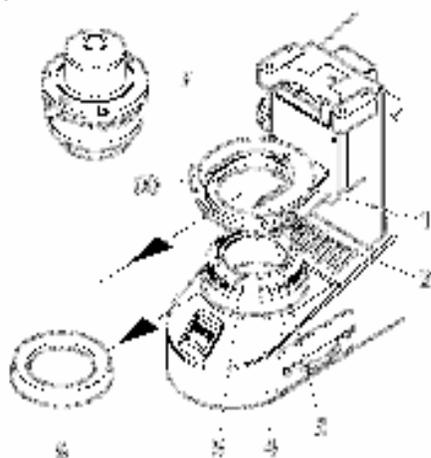
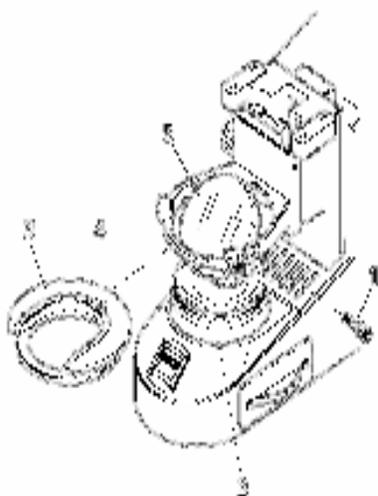

Figura 15 – Desmontar e montar o condensador
Figura 16 – Montar e desmontar o espelho
- Desenroscar o anel de cobertura (Figura 15/6) do diafragma de campo luminoso (Figura 15/5).
- Soltar o parafuso de aperto (Figura 15/2) do condensador e os parafusos de ajuste (Figura 15/3) do porta-condensador (Figura 15/4) mediante a chave macho hexagonal até tal ponto que possa retirar o condensador (Figura 15/7) para frente. Retirar o condensador (Figura 15/7).
- Desenroscar o parafuso de aperto (Figura 15/2, ou seja, Figura 16/1) do encaixe porta-condensador (Figura 15/1, ou seja, Figura 16/3).
- Pressionar o encaixe porta-condensador contra a mola para trás e retirá-lo obliquamente para cima do porta-condensador (Figura 15/4).
- Inserir o espelho (Figura 16/5) de cima no orifício de montagem do diafragma de campo luminoso (Figura 16/2) passando-o pela abertura do porta-condensador. Prestar atenção para que o espelho descance horizontalmente sobre a superfície.
- Retirar o espelho (Figura 16/5) para cima passando-o pela abertura do porta-condensador.
- Introduzir o encaixe porta-condensador (Figura 15/1, ou seja, 16/3) em uma posição ligeiramente oblíqua na abertura do porta-condensador, pressionando-o para trás contra a mola, e colocá-lo na posição horizontal sobre o porta-condensador.
- Recolocar o parafuso de aperto para o condensador (Figura 16/1) no encaixe porta-condensador.
- Inserir o condensador no encaixe porta-condensador. Prestar atenção para que o parafuso de direção situado no lado posterior do condensador se encontre na ranhura (Figura 16/4) do encaixe porta-condensador.
- Ajustar a imagem iluminada simetricamente quanto a borda do campo visual, mediante os dois parafusos de centralização (Figura 15/3).